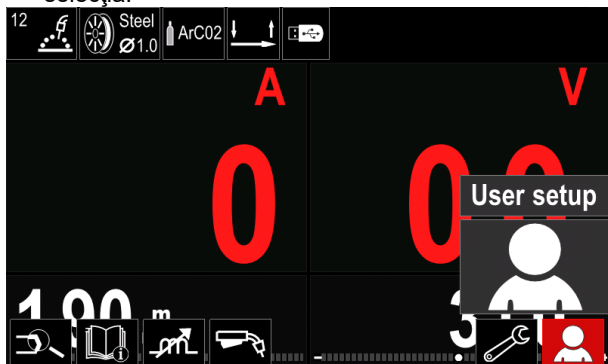

Figura 16
- Acces la „Setarea pentru utilizator” (consultați Figura 16).